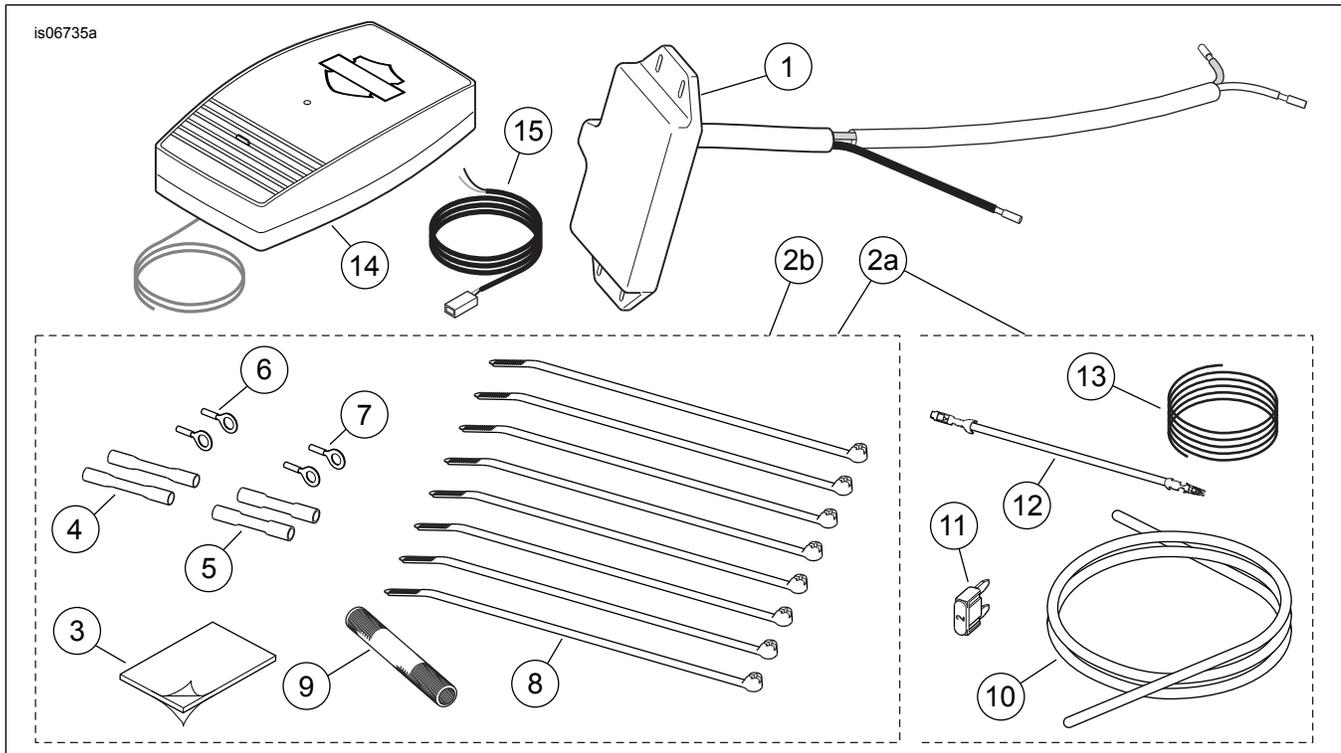

Figure 27. Pièces détachées, kits de l'ouvre-porte de garage à télécommande
3. Voir Figure 15 pour la configuration d'épissure 2 en 1. Utiliser un connecteur bout à bout scellé **rouge** (Figure 27, élément 4) du kit pour épisser le fil d'alimentation du faisceau de fils d'ouvre-porte de garage aux fils oranges/blancs du faisceau principal selon les instructions de l'annexe du manuel d'entretien.
4. Voir Figure 15 pour la configuration d'épissure 1 en 1. Utiliser un connecteur bout à bout scellé **bleu** (Figure 27, élément 5) du kit pour épisser le fil blanc de l'émetteur aux fils blancs du phare. Utiliser l'autre connecteur bout à bout scellé bleu pour épisser le fil jaune de l'émetteur aux fils jaunes du phare.
3. Glisser le conduit de fils tressés (9) du kit sur les fils jaune et blanc de l'émetteur.
2. Voir Figure 27. Glisser le conduit de fils tressés (9) du kit sur les fils jaune et blanc de l'émetteur.
3. Voir Figure 15 pour la configuration d'épissure 1 en 1. Utiliser un connecteur bout à bout scellé **bleu** (Figure 27, élément 5) du kit pour épisser le fil blanc de l'émetteur aux fils blancs du phare. Utiliser l'autre connecteur bout à bout scellé bleu pour épisser le fil jaune de l'émetteur aux fils jaunes du phare.